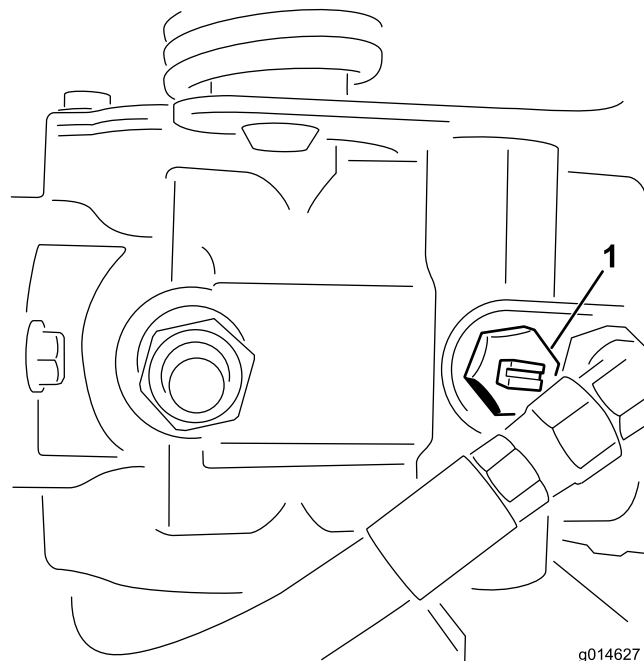

Bild 41
1. Ermitteln Sie das Sicherheitsventil an der Pumpe und drehen Sie es, sodass der Schlitz vertikal ist (Bild 41).
in die horizontale Stellung (Bild 41). Starten Sie den Motor nie, wenn das Ventil noch offen steht.